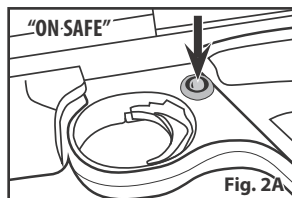

Fig. 2A
- Pressione a segurança a partir do lado esquerdo para dentro (Fig. 2A) para colocar na posição "ON SAFE" até escutar um clique característico.